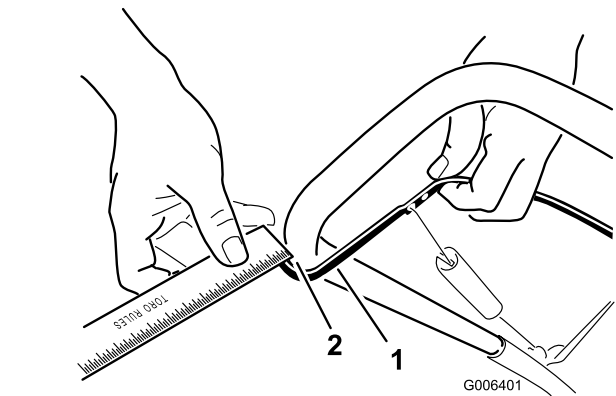

图25
朝着手柄方向，向后移动控制杆，以消除控制电缆的松弛（图25）。
注意： 确保控制杆与手柄之间的间距为 2~3mm（图25）。
2. 需要时，将 Z 型接头在调节器拉杆上向上或向下移动一个孔，使控制杆与手柄之间的间距达到 2~3mm（图25）。